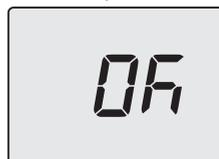

Figura 5.61
- Premendo il tasto 13 (Figura 5.55) si ottiene la conferma del valore inserito. Il display visualizzerà per 5 sec. quanto segue (Figura 5.61) poi, si porterà al livello superiore.